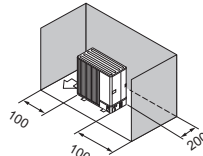

Fig. 2-8
- (3) Obstrucciones o superficies cerradas solo en las partes posterior y laterales (Fig. 2-8)